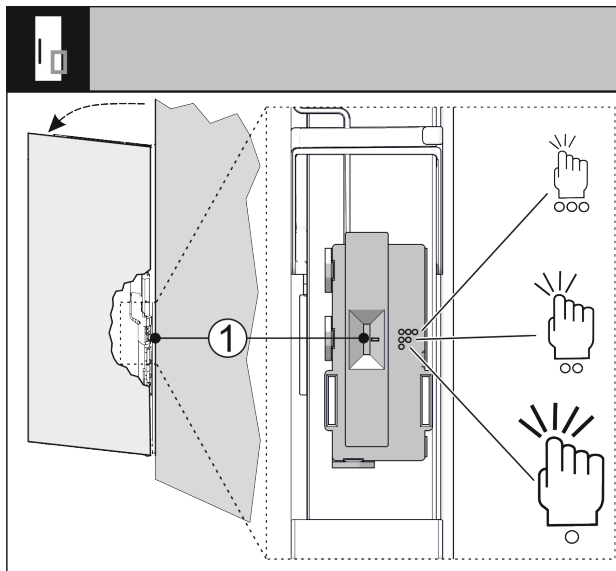

Fig. 35
Si può regolare la sensibilità del sensore di battito in testa mediante un interruttore *Fig. 35 (I)*. L'interruttore è, lato cerniera, sulla terza sezione inferiore della porta.
- Spostare l'interruttore Fig. 35 (1) nella posizione dell'interruttore desiderata.